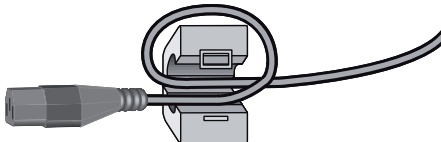

Abb. 23
- Mit dem Netzkabel eine Schlaufe bilden und Netzkabel gemäß Abb. 23 in die Ferrithülse legen.